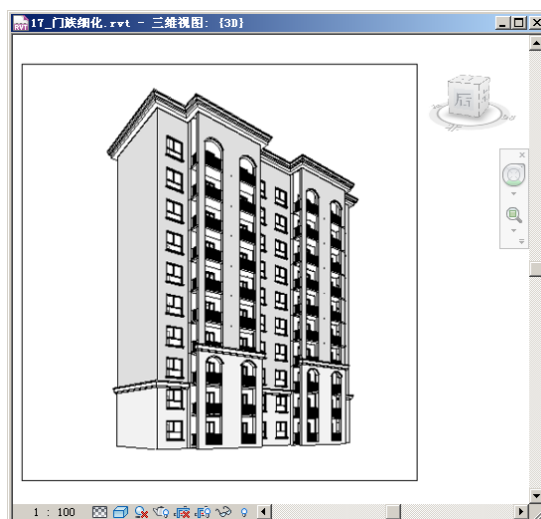

图 5-80
17) 进入生成的三维视图 1，托拽裁剪区域形成如图效果（如图 5-80 所示）。